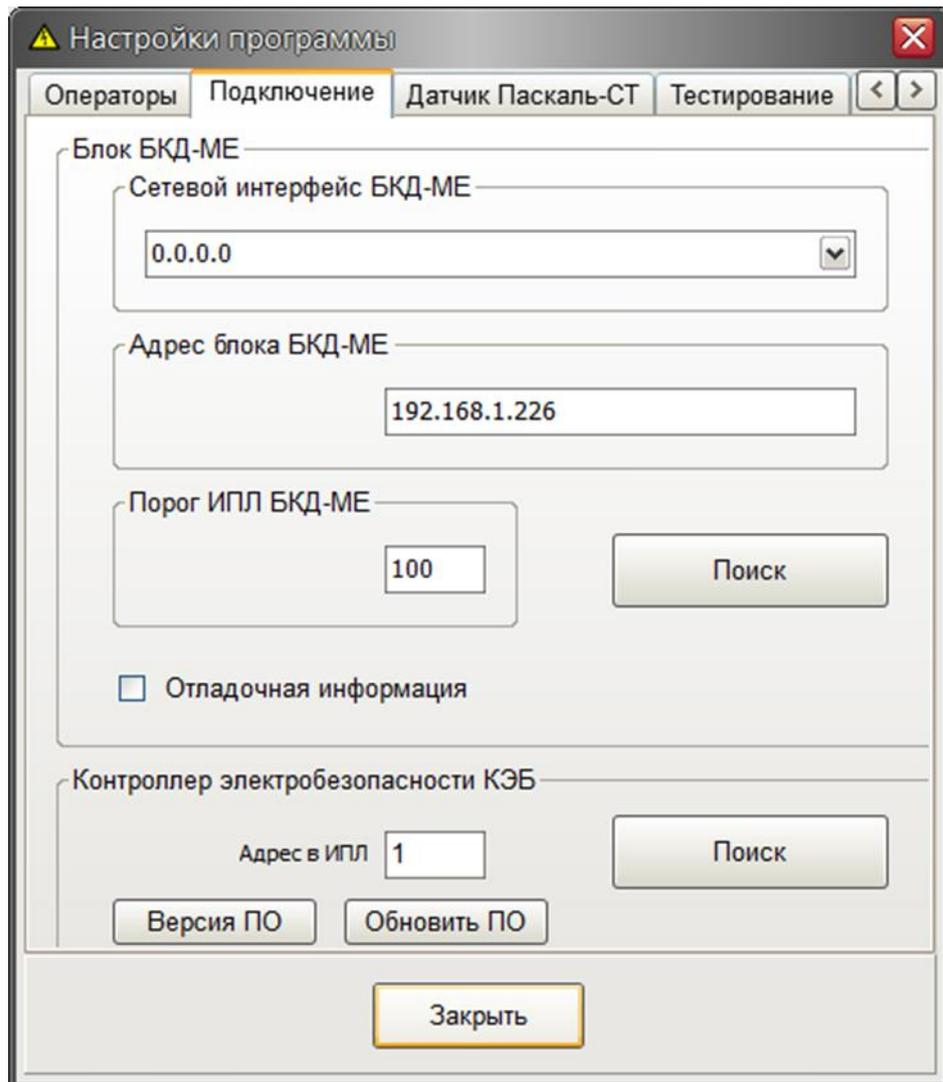

Рисунок 7 – Ввод адреса стенда
8. На вкладке «Подключение» указать параметры подключения программы к блоку БКД-МЕ, входящему в состав стенда (рисунок 7). Нажать «Поиск» в верхней части окна и выбрать в таблице найденный БКД-МЕ и нажать «ОК». Затем выполнить поиск блоков БПД-RS (контроллеров КЭБ), подключенных по ИПЛ к БКД-МЕ. Для этого нажать на «Поиск» в нижней части окна. В окне «Обнаружены стенды» выбрать шкаф ЭБ. Если стенд состоит из нескольких шкафов ЭБ, то они все будут отображаться с разными адресами.